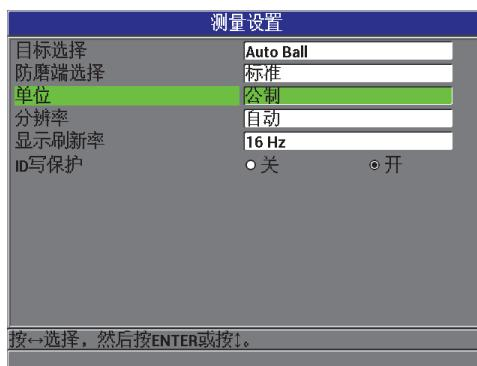

图 3-2 测量设置屏幕 — 单位
3. 在**测量设置**屏幕中 (参见第 51 页的图 3-2), 将**单位**设定为**英制**或**公制**。
3. 在**测量设置**屏幕中（参见第 51 页的图 3-2），将**显示刷新率**设置为想要的值：**4 Hz、8 Hz、16 Hz 或 20 Hz**。
3. 在**测量设置**屏幕中 (参见第 51 页的图 3-2), 将**分辨率**设置为所需的选项: